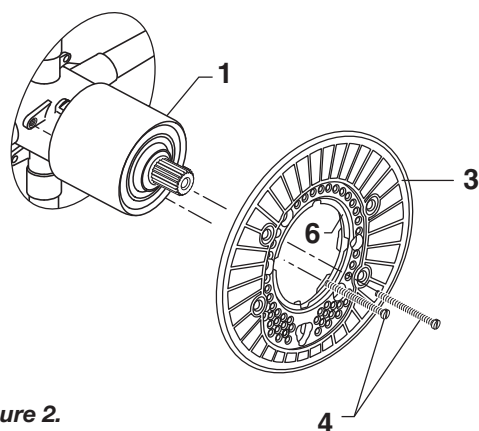

Figure 2.
- **Figure 2.** S'assurer que les JOINTS TORIQUES (6) sont bien fixés au niveau du PORTE-ÉCUSSON (3). Poussez le PORTE-ÉCUSSON (3) sur le CAPUCHON (1) et fixez-les au corps de la valve à l'aide des LONGUES VIS (4).